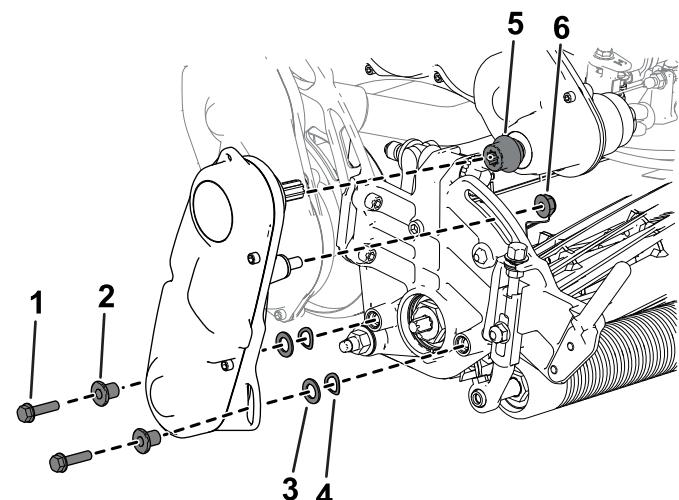

Figure 5
- Installez le coupleur sur l'arbre d' entraînement de la transmission (Figure 5).
- Montez le système d' entraînement du cylindre sur l'unité de coupe (Figure 5) à l'aide des fixations retirées précédemment.
- Assurez-vous que le coupleur (Figure 5) peut coulisser facilement sur l'arbre d' entraînement de la transmission.